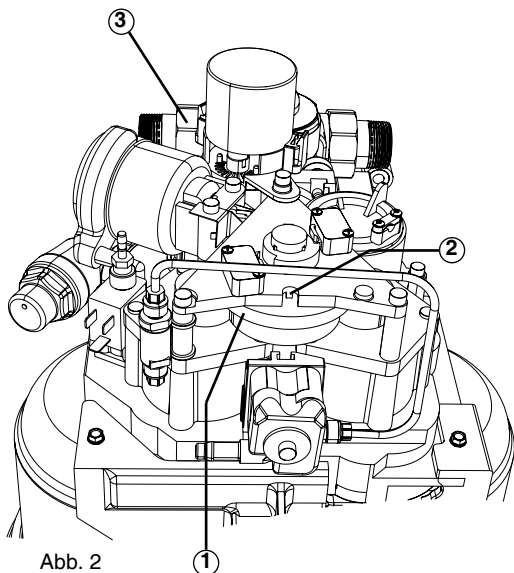

Abb. 2
- c) Der Antriebskolben dreht das Treibrad (1) (Abb.2), das wiederum das kleine Zahnrad steuert. Die Position des Treibrades kann an der Positionsanzeige (2) abgelesen werden. Nach zwei Hüben ist die Besatzungsstellung (Pos. 2) erreicht. Anschließend führt der Antrieb wieder einen Hub aus. Die bis dahin verbrauchte Abwassermenge beträgt ca. 4,5 Liter.
- j) Sollten die gemessenen Werte deutlich von den Sollwerten (siehe Kapitel "Wartungsprotokoll") abweichen, so ist der Kundendienst zu benachrichtigen. Geben Sie bitte stets die Gerätenummer an, die an der Oberseite des Geräteanschlussflansches (3) eingeprägt ist (Abb. 2).